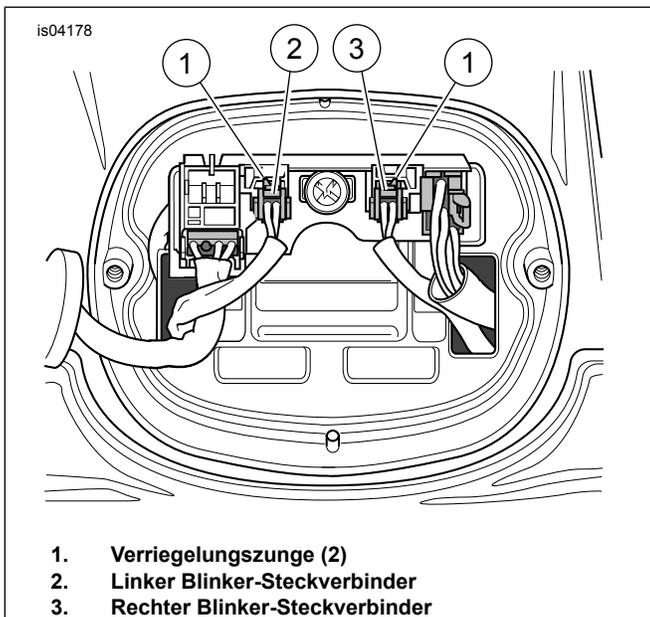

Abbildung 2. Blinker-Anschlüsse
1. Siehe Abbildung 2. Die Verriegelungszungen (1) an den linken (2) und rechten (3) Zweifach-Blinkerbuchsengehäusen ([18B] und [19B]) niederdrücken, um sie von der hinteren Beleuchtungsschaltplatine zu trennen.